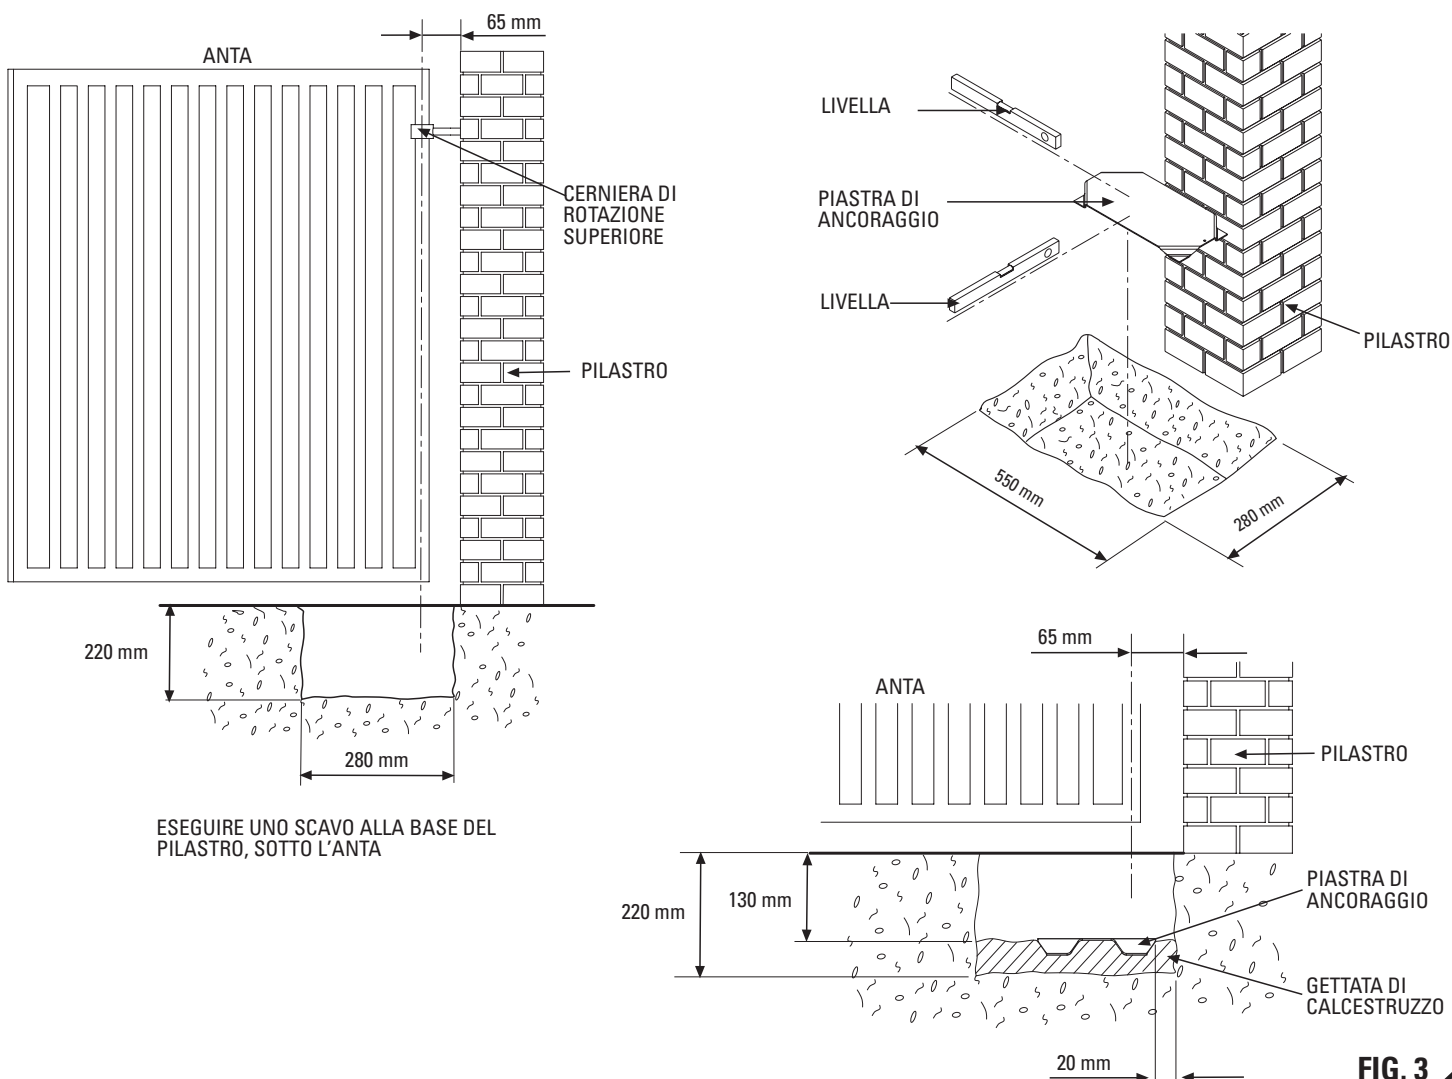

FIG. 3
- Eseguire uno scavo nel pavimento secondo le quote indicate in Fig.3 alla base del pilastro e sotto l'anta.
- Lasciare asciugare la presa del calcestruzzo alla Piastra di Ancoraggio (Fig.3).